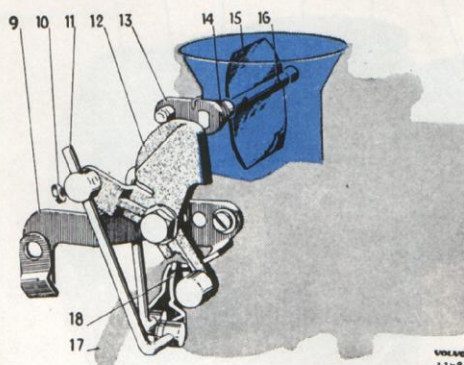

Bild 11. Chokeanordning med snabbtomgång.
För att berika bränsleluftblandningen vid start av kall motor användes chokeanordningen, som manövreras från instrumentbrädan med ett reglage. Då reglaget vid start drages ut röres den kamformade hävarmen (12, bild 11). Därvid påverkas luftspjället (15) av fjädern (14) på spällaxeln så att det stängs varigenom kraftigare vakuum och därmed större bränslelgenomströmning erhålles. När motorn startat och vakuumet ökar kan luftspjället dock öppna sig i viss mån, emedan stängningskraften erhålles av fjädern på spjällaxeln. Därigenom undviks för fet bränsleluftblandning.